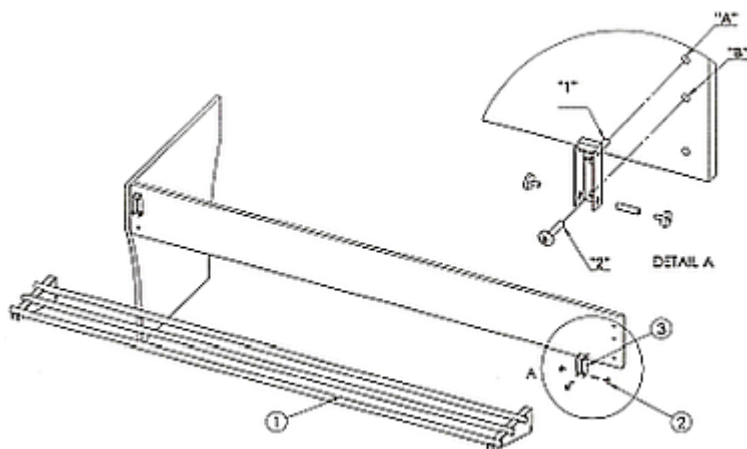
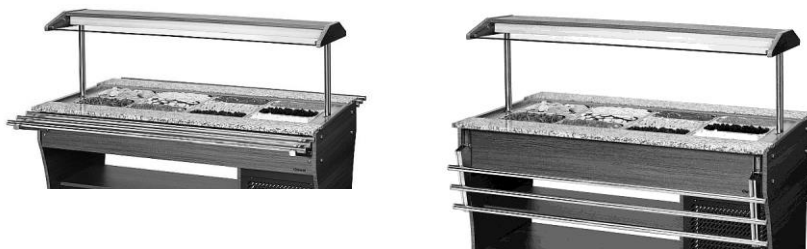

Fig. 4
Fig. 5
1. Pour monter le support ③ (fig. 4) de la glissière plateaux, utiliser les orifices « A » et « B » (orifices 1. et 2. Sur le panneau en bois, en haut).
3. Fixer le support ③ sur le panneau en bois en vissant la vis « 1 » dans l'orifice « A » et la vis « 2 » dans l'orifice « B ».
4. Poser la glissière plateaux ① sur les supports et la fixer à l'aide de la vis d'espacement ②.
5. Si cela est nécessaire, la glissière plateaux peut être pliée (fig. 5)